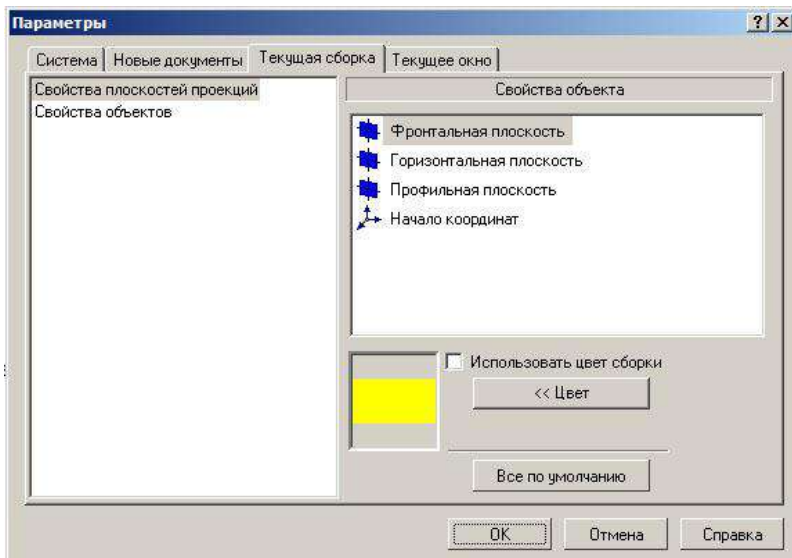

Рисунок 9.9 – Діалогове вікно «Параметры» з відкритою вкладкою «Текущая сборка» і панеллю «Свойства объекта» для настроювання площин проєкцій
- клацніть по пункті «Свойства плоскостей проекций». У правій частині з'явиться панель «Свойства объекта» (рис. 9.9).